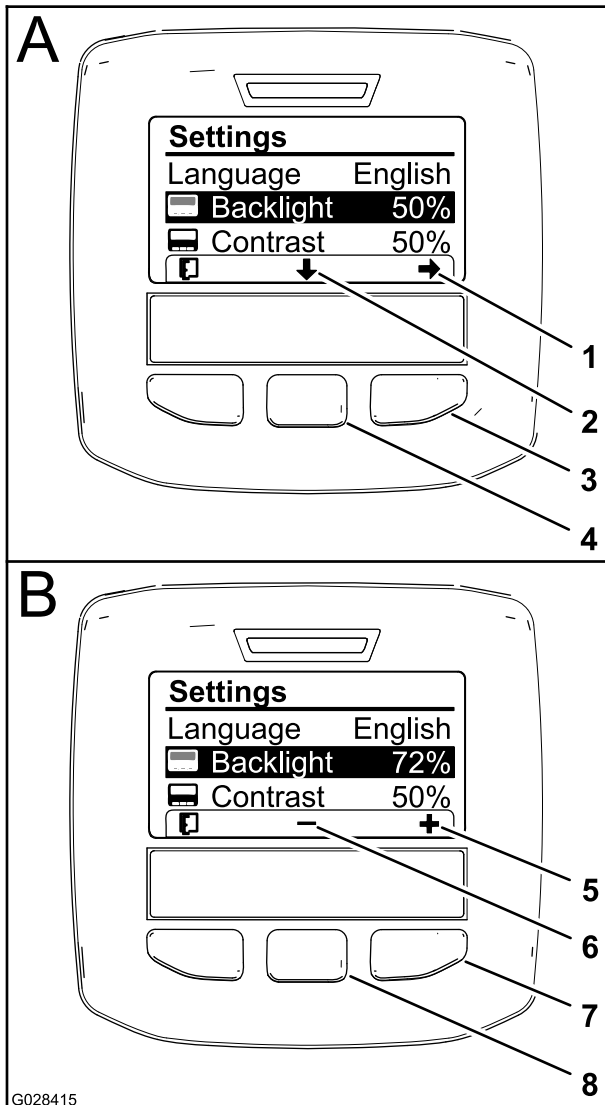

Figura 64
abajo en la pantalla) para mover la opción seleccionada hacia abajo a Retroiluminación (Figura 64).
- Pulse el botón de selección derecho para mostrar el menú contextual Ajuste de valor (Figura 64).
- Utilice el botón de selección central y el botón de selección derecha para cambiar el nivel de brillo de la pantalla (Figura 64).
- Pulse el botón de selección izquierdo (el botón situado debajo del icono de lista de la pantalla) para guardar la selección, salir del menú Retroiluminación y volver al menú Configuración (Figura 64).
- Para ajustar el nivel de contraste de la pantalla, pulse el botón de selección central (el botón situado debajo del icono de flecha abajo en la pantalla) para mover la opción seleccionada hacia abajo a Contraste (Figura 64).
- Pulse el botón de selección izquierdo (el botón situado debajo del icono de Lista de la pantalla) para guardar la selección, salir del menú Contraste y volver al menú Configuración (Figura 64).
- Pulse el botón de selección izquierdo para salir del menú Configuración y volver al Menú principal (Figura 62 y Figura 64).
- Pulse el botón de selección izquierdo para volver a la pantalla de Inicio (Figura 64).